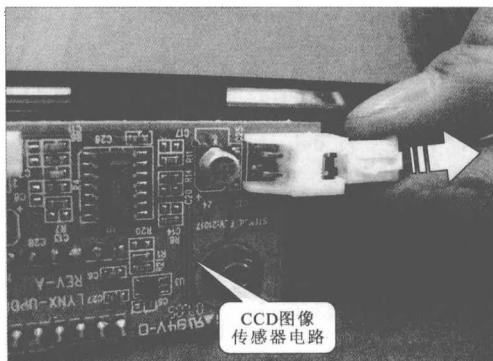

图 1-19 取下曝光灯高压供电电路的连接线
(17) 取下保护盖后可以看到连接曝光灯高压供电电路相连的接口, 将其取下来, 如图 1-19 所示。